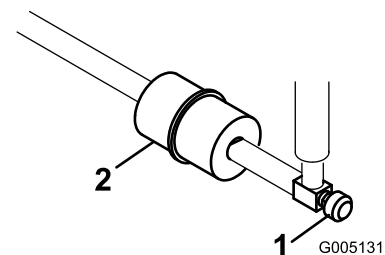

Figura 30
El tubo de combustible lleva incorporado un filtro en línea entre el depósito de combustible y el carburador (Figura 30).
1. Cierre la válvula de cierre de combustible, afloje la abrazadera en el lado del carburador del filtro y retire el tubo de combustible del filtro (Figura 30).
2. Coloque un recipiente debajo del filtro, afloje la otra abrazadera y retire el filtro (Figura 30).